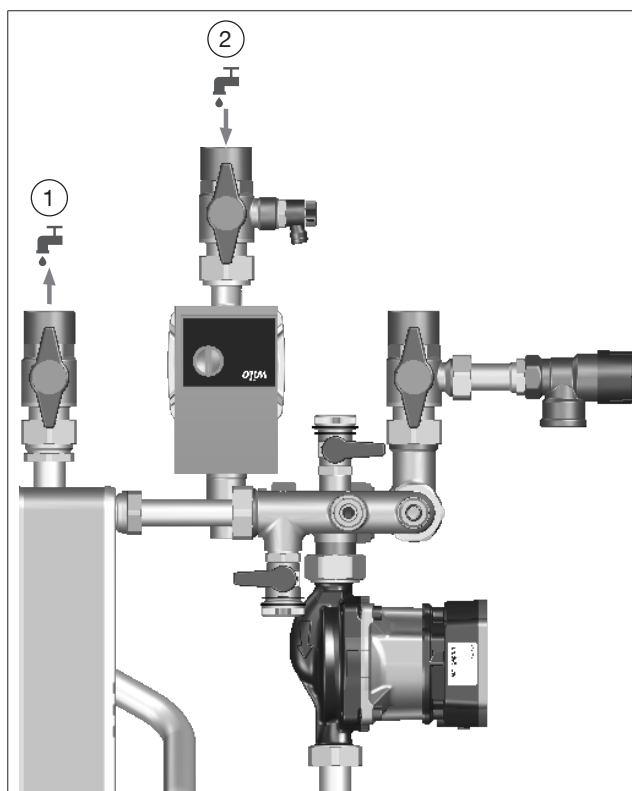

Fig. 10: Description du fonctionnement (exemple avec circulateur à haut rendement)
(1) Aller du bouclage d'E.C.S.
(2) Retour du bouclage d'E.C.S.
► Raccorder les conduites de bouclages selon les indications sur la Fig. 10.
En cas d'utilisation du jeu de bouclage d'E.C.S. sans circulateur à haut rendement, vous pouvez monter le circulateur à haut rendement entre le dernier point de puisage et la station d'eau chaude sanitaire sur le retour du bouclage d'E.C.S. (position 2 sur la Fig. 10).
1. Ouvrir lentement le robinet d'arrêt à tournant sphérique du retour du bouclage d'E.C.S. (voir position (2) sur la Fig. 10).
1. Fermer lentement les robinets d'arrêt à tournant sphérique du retour du bouclage d'E.C.S. et de l'aller du bouclage d'E.C.S. (positions (1) et (2) sur la Fig. 10 en page 34).